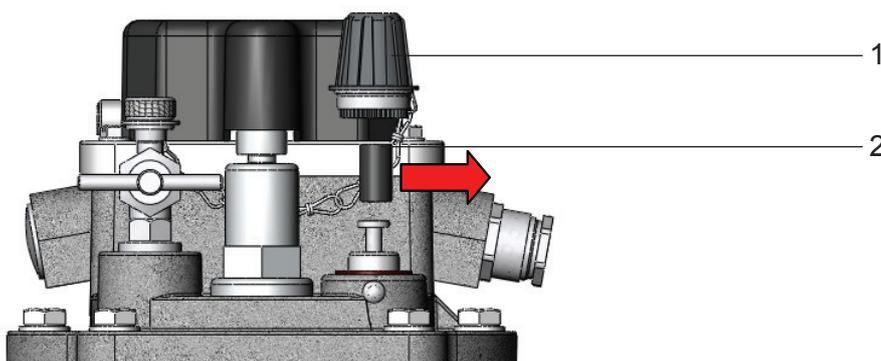

Рис. 3 - Удаление транспортного фиксатора
- отвинтить большую глухую гайку (рис. 3/1)
- вынуть транспортный фиксатор (рис. 3/2) из большой глухой гайки